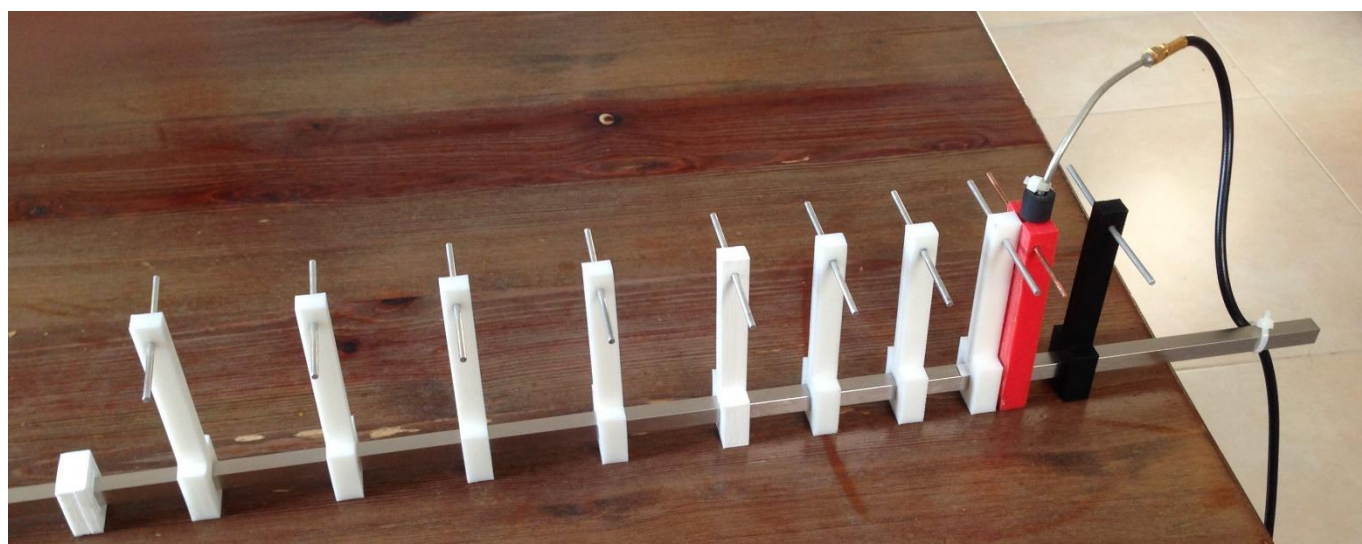

Figure 2 : L'antenne 10 éléments, montés sur « échasses ».
- Tous les éléments montés sur « échasses » ! Voir figure 2.